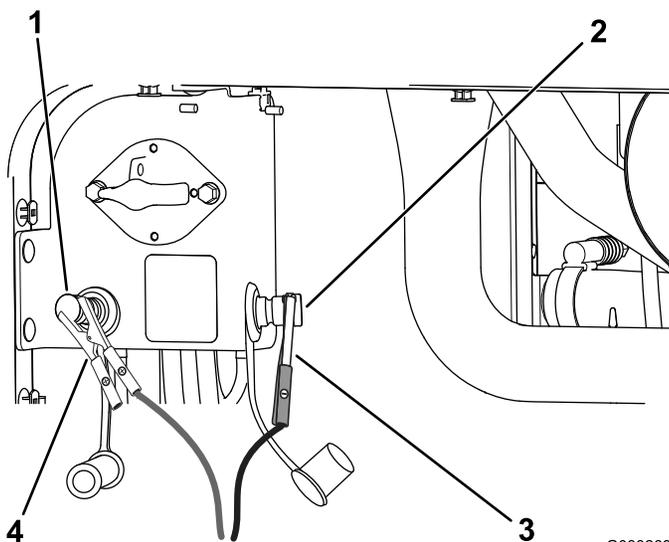

Рисунок 115
4. Подсоедините положительный провод зарядного устройства к положительному штырю запуска от внешнего источника (Рисунок 115).
5. Подсоедините отрицательный провод зарядного устройства к отрицательному штырю запуска от внешнего источника (Рисунок 115).
- После полной зарядки аккумуляторных батарей отсоедините зарядное устройство от источника электропитания, затем отсоедините провода зарядного устройства от штырей запуска от внешнего источника (Рисунок 115).